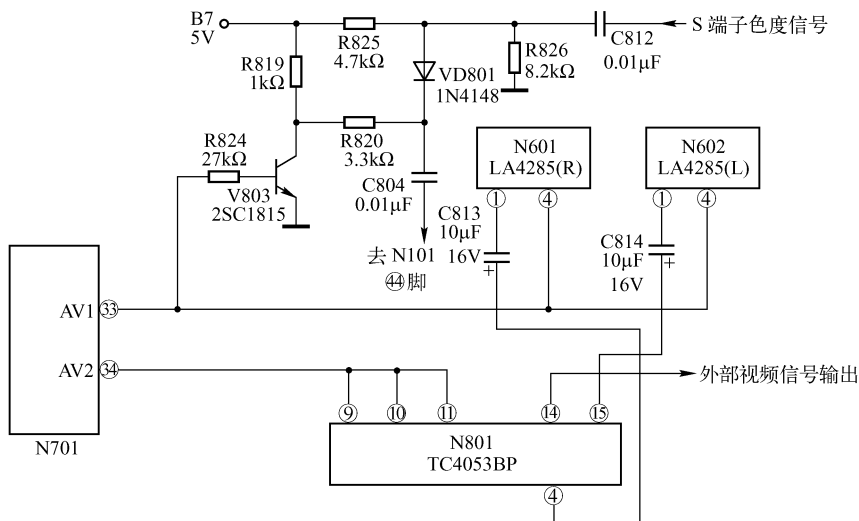

图 5-13 日野彩电主板中 AV1/AV2 控制接口电路
在日野彩电主板中，N701 的③、④脚用于 AV 音/视频信号控制。其外部接口电路如图 5-13 所示。其中，N801 (TC4053BP) 电子开关集成电路用于转换输出 AV1/AV2 视/音频信号；V803 用于控制 S 端子的色度信号输出；N701 的③、④脚用于输出逻辑转换开关信号。其中，③脚用于控制 N601/N602 的④脚，以控制其内部的转换开关，同时也控制 V803 的导通与截止，④脚用于控制 N801 (TC4053BP) 电子开关的⑨、⑩、⑪脚，以控制 N801 转换输出 AV1/AV2 的音/视频信号。